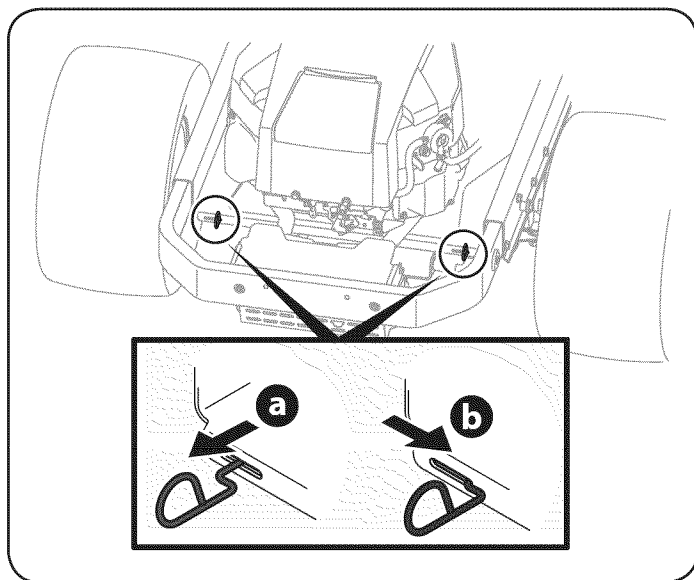

Figura 22
1. Ubique las dos varillas de derivación de transmisión, justo delante de los dos neumáticos traseros. Consulte la Figura 22.
2. Enganche las varillas de derivación tirando cada uno (a) ya la derecha (b) para que encaje en su lugar. Ver Figura 22.
3. Desenganche las varillas de derivación invirtiendo los pasos a & b después de mover el tractor. Ver Figura 22.